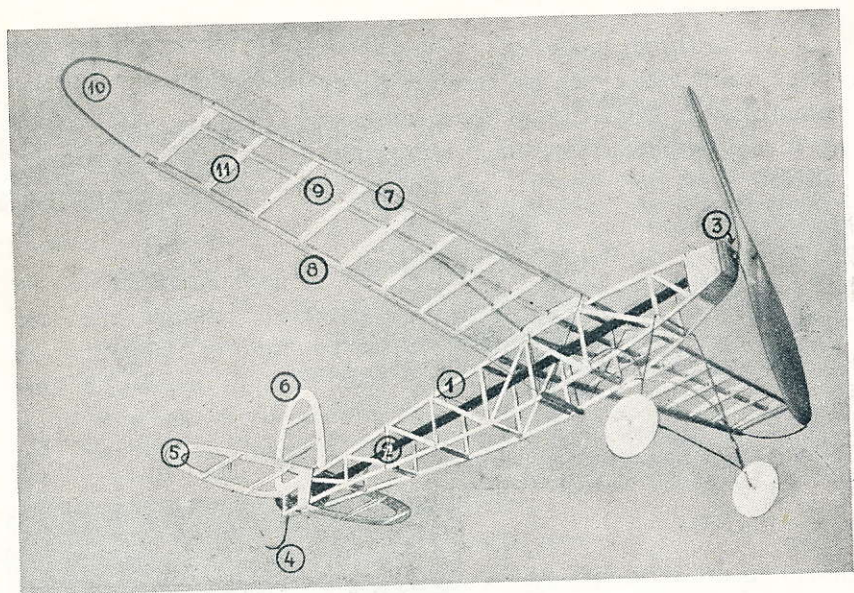
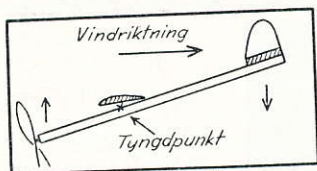
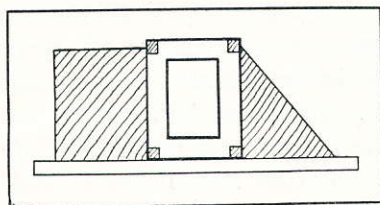

Fig. 11.
Fig. 12.
Fig. 30.
*Höjdstabilitet* uppnås med stabilisatorn, vilken närmast liknar en mindre vinge (fig. 11), och som förhindrar planet att dyka eller stegra sig. Om modellen skulle vilja gå på nosen blir stabilisatorn anblåst på översidan och pressas nedåt. Samtidigt reser sig nosen, och planet återfår jämviktsläge (fig. 12). Stegrar sig däremot modellen, sker anblåsningen på stabilisatorns undersida, varigenom modellen återtar normalläge.
fig. 11), som mest kommer till användning vid lätta och medeltunga modeller, och för det andra uppbyggandet av kroppen på spant (fig. 30). Dessutom har man den s. k. helbalsakonstruktionen, där kroppssidorna göres av hela balsafлак, som sedan hoplimmas med större eller mindre antal lister som förstärkning. Detta sistnämnda byggnadsätt användes huvudsakligen till små typer. De är relativt lätta att bygga, men det är en stor nackdel förenad med detta slags modeller. Går gummisnodden av när den är fullt uppdragen, spränger den ofta sönder hela kroppen, och man får lov att bygga en ny, ty den går sällan att laga.
sätt är att skaffa sig några vinkelräta klossar, som fästas på ömse sidor av kroppen för att hålla denna i rätt läge under arbetet (fig. 30).